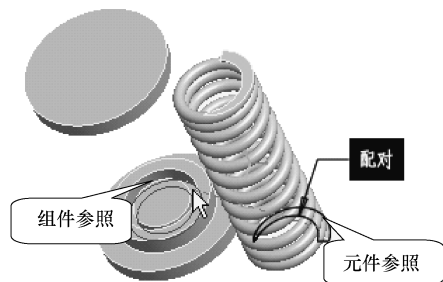

图 9-22 面配对
(10) 单击【工程特征】工具栏中的【装配】按钮，弹出【打开】对话框，选择“tan-huang.prt”，单击【打开】按钮，将其装入装配环境。
(11) 在对话框的【约束类型】下拉列表框中选择【配对】选项，选项如图9-22所示的两个面作为装配参照，在【偏移类型】下拉列表框中选择【重合】选项。